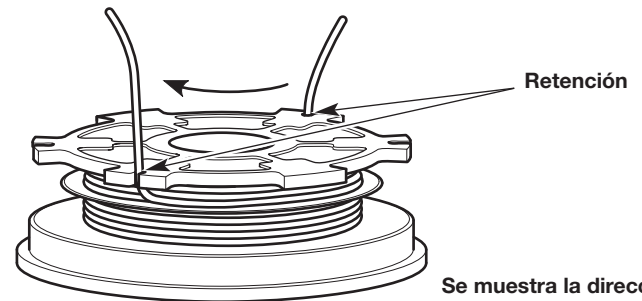

Fig. 22
3. Inserte los dos extremos de 6 pulgadas dentro de las dos ranuras de retención de .095 (Fig. 22).
4. Inserte los dos extremos de 6 pulgadas dentro de las dos ranuras de retención de .095 (Fig. 22).